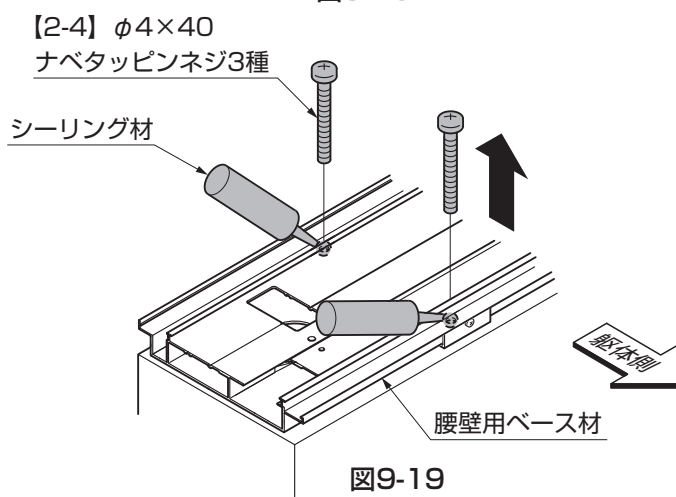
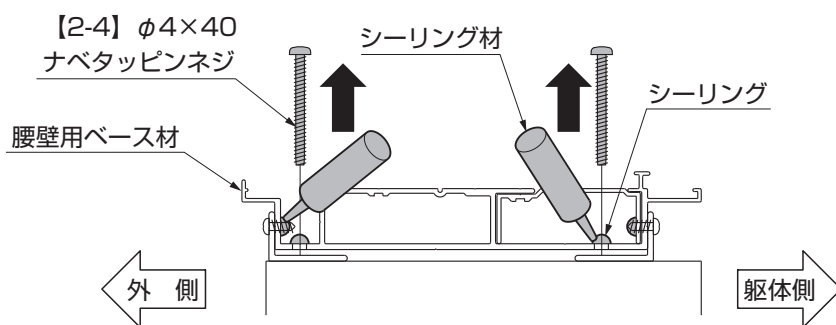

図9-19
図9-20
- ②取付けたネジ部をシーリングしてください。（図9-20参照）
- ③【2-4】調整ネジを取外してください。（図9-19、図9-20参照）
- ④取外したネジ穴をシーリングでふさいでください。（図9-19、図9-20参照）